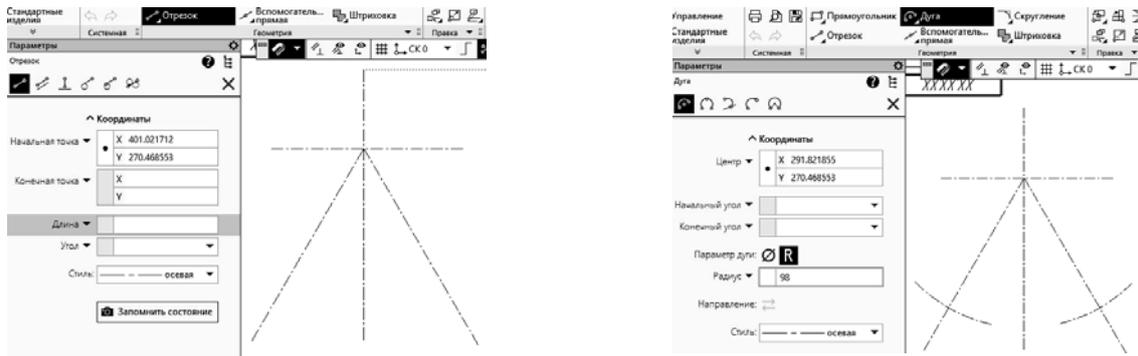

Рисунок 2.1 – Построение осевых линий плоского контура
- 3) построить осевые плоского контура с помощью команды **Отрезок, Вспомогательная прямая, Дуга**, стиль линии – осевая (рисунок 2.1);